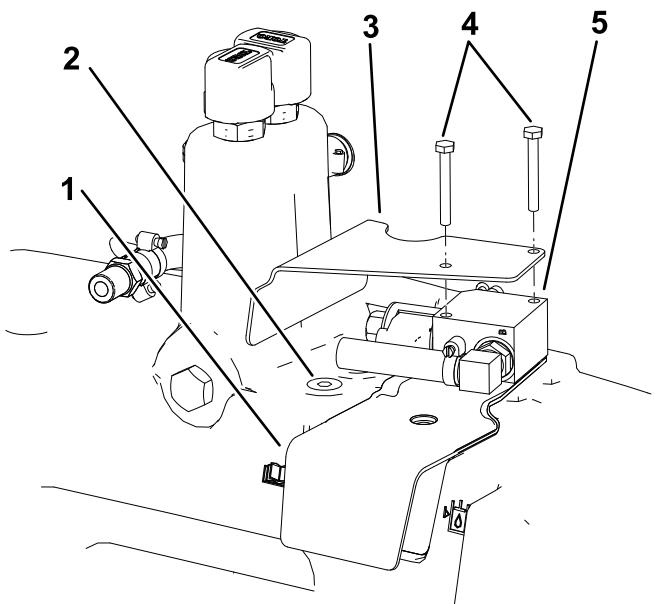

Figura 8
1. Valvola a solenoide 2. Raccordi idraulici a 90° (2)
5. Installate il raccordo idraulico a 90° bordato al serbatoio idraulico principale (**Figura 8**).